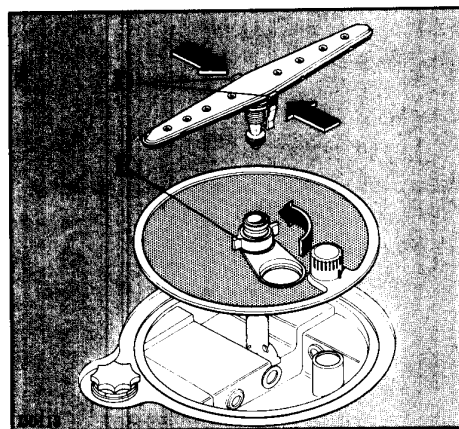

Fig. 19
For å ta ut det store filteret (A), fjernes nedre spylearm og del E, se Fig. 19.
Hullene i spylearmsdysene må holdes fri for matrester, ellers nedsettes vaskeeffekten. Sjekk spylearmene regelmessig. Når rengjøring er påkrevd, fjernes nedre spylearm ved å løsne låsehakene (D - Fig. 19).
Deretter kan den bare løftes ut (se Fig. 19).